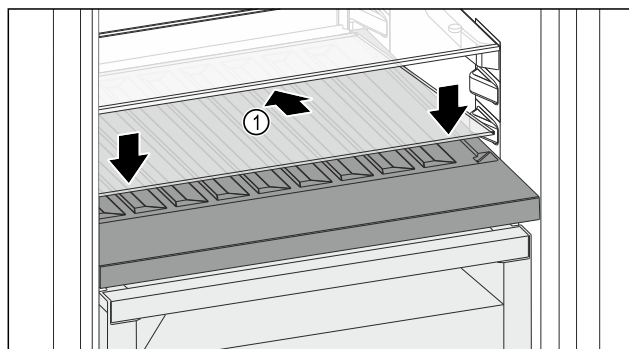

Fig. 194
- Steklenu ploščo Fig. 194 (1) namestite postrani, nagnjeno spodaj nazaj.
- Steklenu ploščo Fig. 194 (1) spustite spredaj.